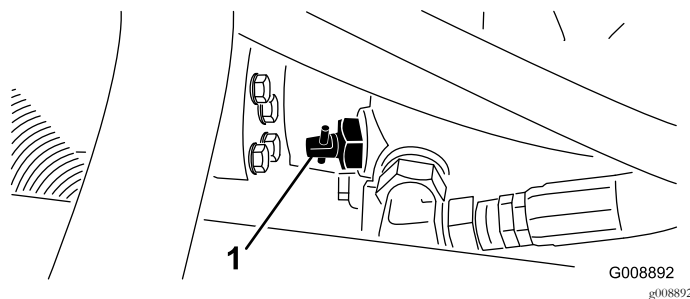

Figura 45
1. Localize a válvula de derivação na bomba (Figura 45) e rode-a 90°.